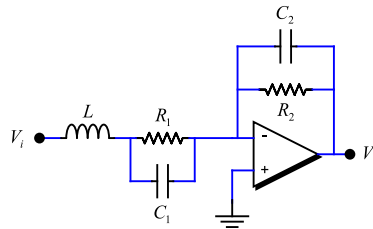

Figura 5-5
**Problema 130** Es vol fer l'anàlisi en freqüència del circuit de la Figura 5-5.